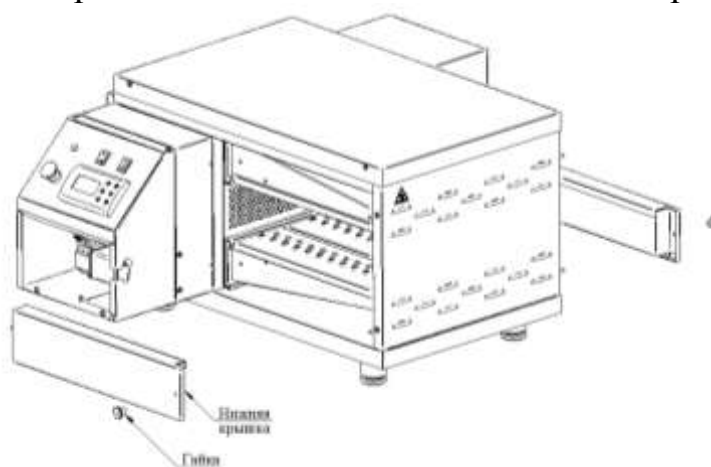

Рис. 12
2. Выкрутить декоративные гайки М6 и снять нижние крышки (см. Рис. 12).